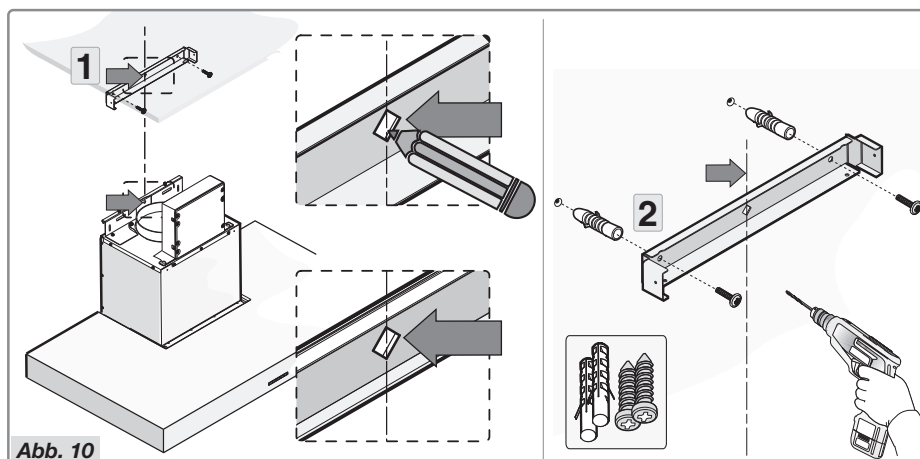

Abb. 10
- Positionieren Sie die Halterung in Übereinstimmung mit den Maßen in Abbildung 1 und befestigen Sie sie mit den mitgelieferten Schrauben an ihrem Platz (Abbildung 10).